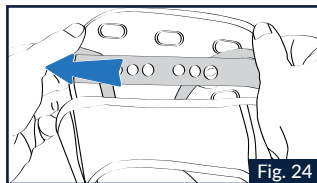

Fig. 24
1.2 Spostare il bottone circolare, stesso lungo il supporto plastico longitudinale e riagganciarlo in uno dei fori successivi (Fig.24).